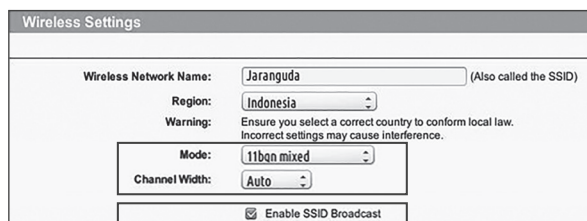

Fig. 1
2. Zorg ervoor dat de router in de 802.11-modus onder de draadloze instelling b/g/n gemengd werkt. (Zie Afb. 1)
3. Zorg ervoor dat het routerkanaal/bandbreedte van de draadloze instelling Auto of 20M of 20M gemengd met 40M is. (Zie Afb. 1)
4. Zorg ervoor dat op uw router de SSID Broadcast-functie werd ingeschakeld als u de APP op de machine aansluit. Nadat u een succesvolle verbinding hebt verkregen, kunt u de die sluiten. (Zie Afb. 1)